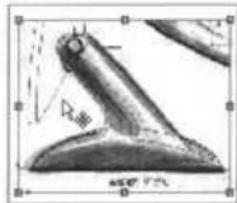

图 2-42 拖动图片
(5) 此外，还可以在图形区域直接拖动图片的控标来调整图片的大小。当指针形状变成 时，可以拖动该图片而不改变其大小，如图 2-42 所示。